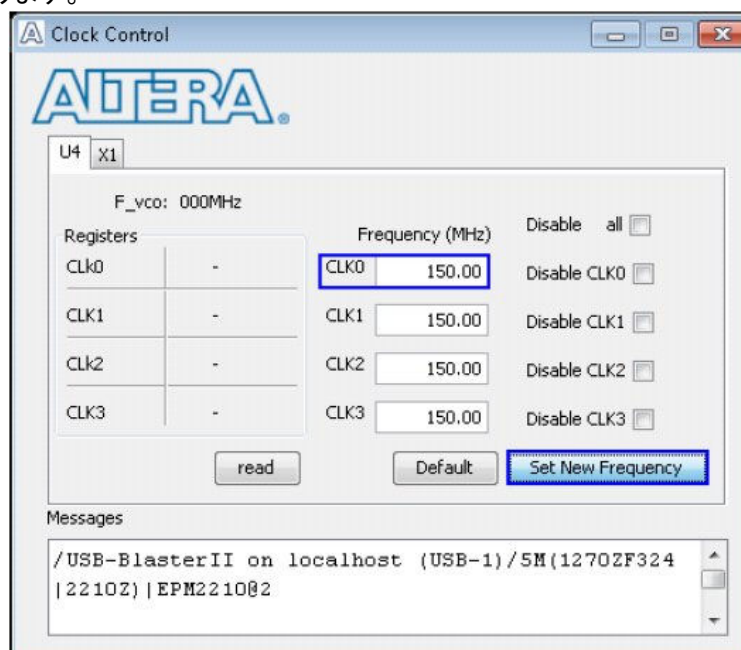

図 3: "Clock Control" アプリケーションで CLK0 の周波数を 150MHz にセット
- ArriaV GX スタータ開発キット付属の "Clock Control" アプリケーションを起動し CLK0 の周波数を 150MHz にセットして "Set New Frequency" ボタンを押します。そしてプログラマブル・オシレータのクロック周波数の書き込みが完了するのを待ちます。この操作以降、図 3 に示すように CLK0 の発振周波数は SATA デモ・デザインが動作する 150MHz となります。